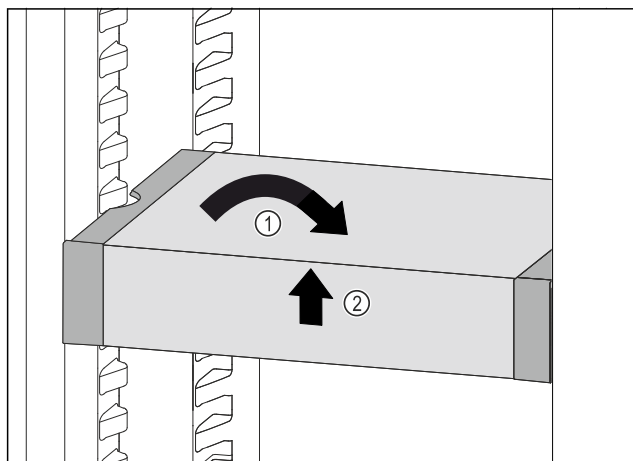

Fig. 97
- Ställ VarioSafe rakt. Fig. 97 (1)
- Lyft VarioSafe framåt. Fig. 97 (2)